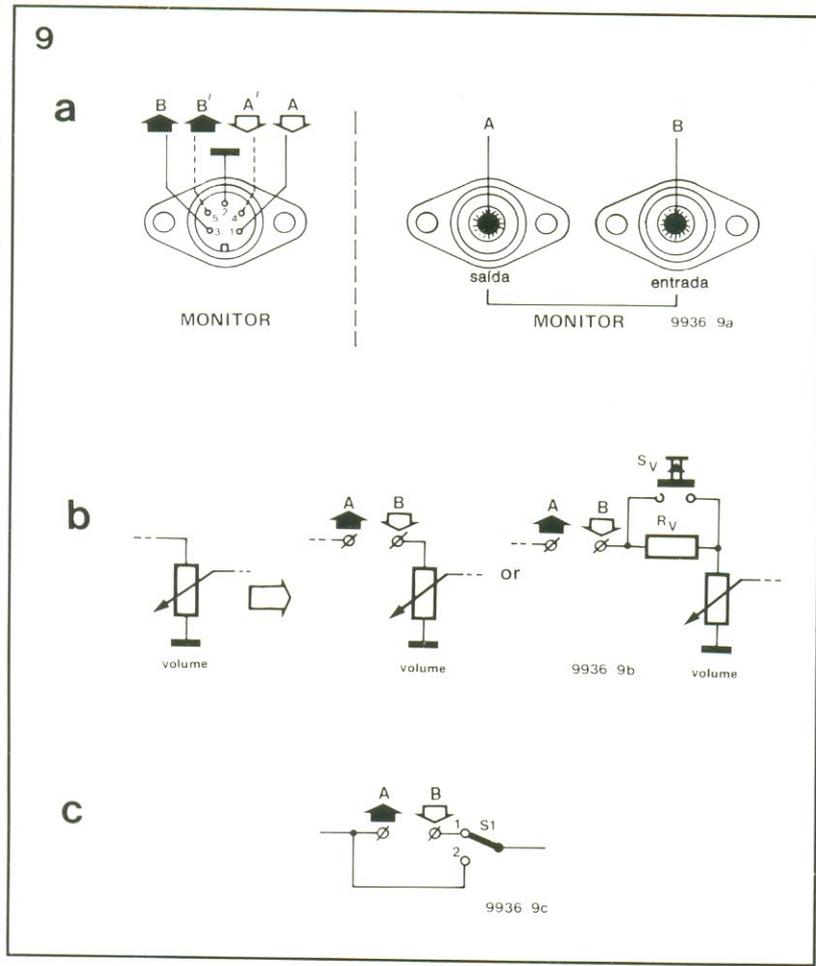

figura 9 — É preciso, antes de mais nada, encontrar o ponto ideal, no amplificador, para ligar o equalizador.
3. A saída do equalizador deve então ser ligada ao ponto B da figura 9; o gerador de ruído, à entrada do equalizador; e o conjunto filtro/visor, ao ponto A da figura 9. Essa implementação pode ser vista na figura 10.
14. Qualquer que seja o tipo de equalizador empregado, uma vez concluído o processo de ajuste deve-se checar o sistema por meio do seguinte teste: primeiramente, prepara-se o sistema para operar como em uso normal — ou seja, o equalizador ligado ao ponto A da figura 9 e o gerador de ruído, removido do circuito. O filtro e o visor do analisador, porém, permanecem conectados ao ponto A (veja a figura 13). Leva-se, então, o controle de volume do amplificador até o limiar da microfonia; usando o analisador, é bastante simples lo-